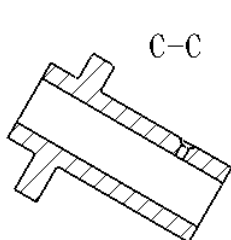

图 10.2.12 创建剖面视图 C-C
Step4. 设置视图参数。在“剖面视图”对话框 **剖切线(L)** 区域的 **A→** 文本框中输入字母“C”，如果剖面视图的投影方向（箭头）指向左，需选中 ☒ 反转方向(I) 复选框，反转剖切方向；其他参数采用系统默认设置值。
Step5. 放置视图。在图形区右击剖视图 C-C，在弹出的快捷菜单中选择 **视图对齐** → **解除对齐关系 (A)** 命令，断开剖面视图与右视图的对齐关系；在剪裁视图的右侧放置该剖面视图；在“剖面视图 C-C”对话框中单击 ☒ 按钮，完成剖面视图 C-C 的创建，结果如图 10.2.12 所示。